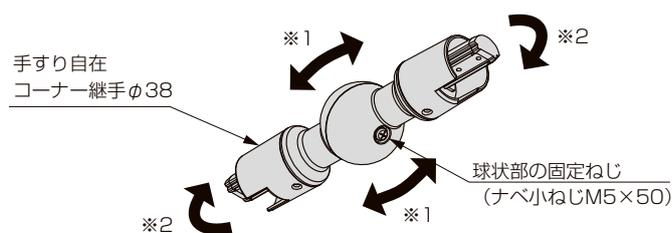

図6-13
- 球状部の固定ねじをゆるめてください。(図6-13参照)
(2) トップ自在コーナーの取付け